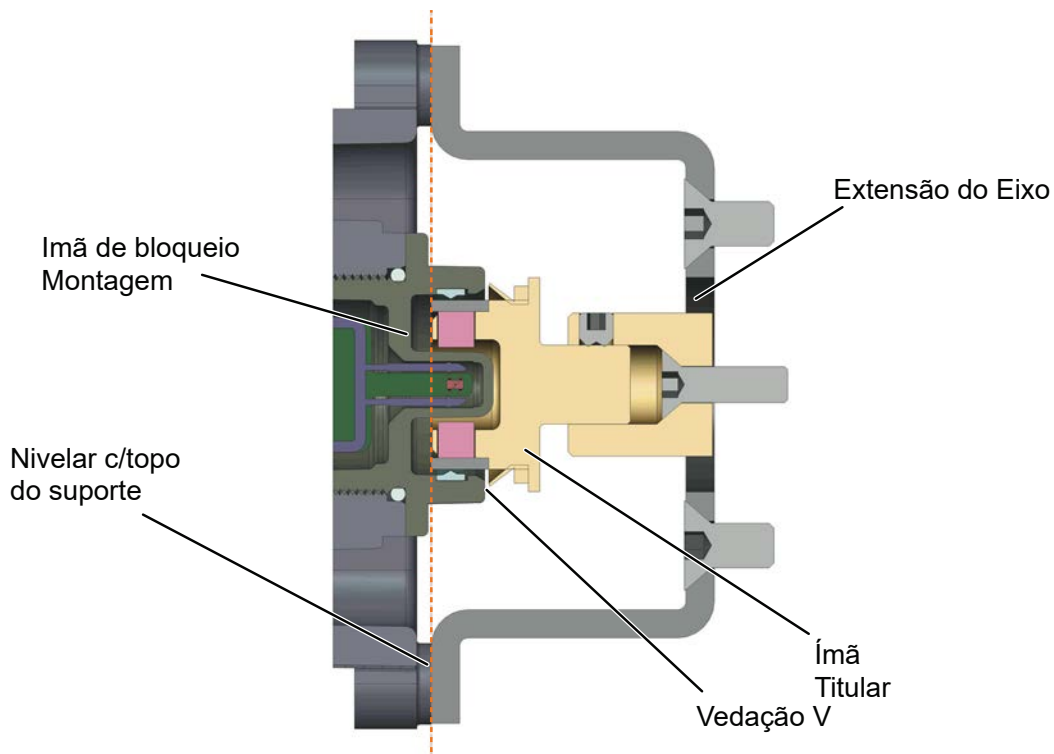

Figura 10 - Válvula de controle rotativa Camflex II com Suporte de Montagem (Vista Lateral)
6. Alinhe a extremidade do suporte do ímã nivelada com a extremidade do suporte de montagem (linha pontilhada vermelha na figura 10 na página 29). Prenda o suporte do ímã com dois parafusos de ajuste M6 usando uma chave sextavada de 6 mm.